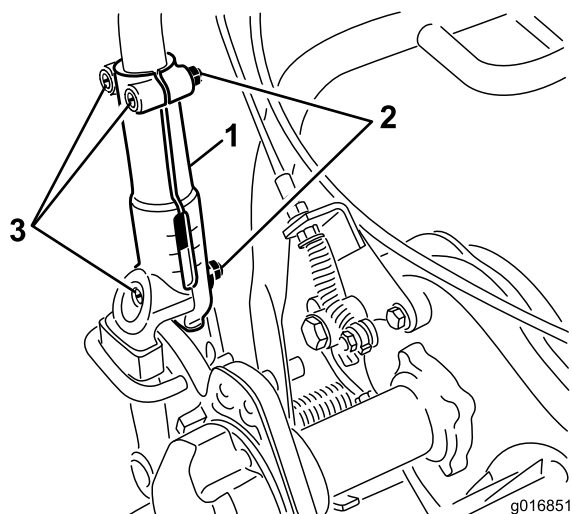

図 27
1. ハンドルを左右のハンドルクランプに固定しているキャリッジボルトとナット各3をゆるめる 図 27。